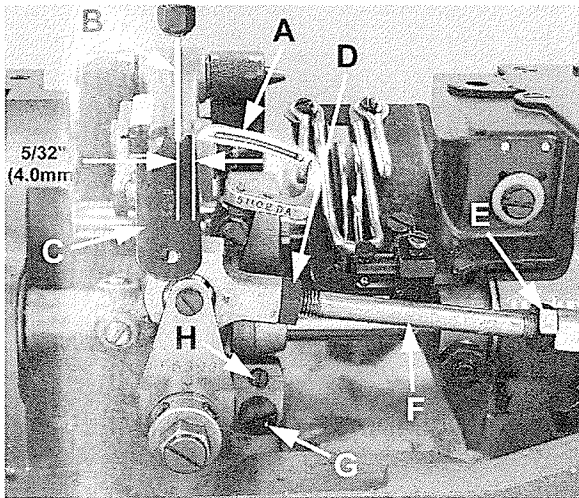
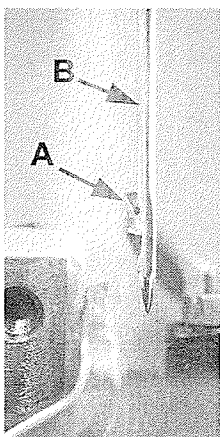

Fig 6
Fig 7
Inserte una aguja nueva del tipo y tamaño ya especificado. El ajuste del looper es 5/32 de pulgada (4,0 mm), que es la distancia desde la punta del looper (A, Fig. 6) hasta el centro de la aguja (B) cuando el looper se encuentre en su posición de extrema derecha de su recorrido. El calibrador del looper No. 21225-5/32 está disponible para determinar esta medida. Este ajuste se logra aflojando la tuerca (D), (tiene una rosca a la izquierda) y tuerca (E): gire la barra de conexión (F) adecuadamente para conseguir la distancia requerida. Mantenga la barra en su posición y apriete la tuerca (E) y después la tuerca (D).
Quando se gire el volante en dirección de operación y el looper (A, Fig. 7) se mueva hacia la izquierda, la punta del looper debería ser ajustada para que toque apenas pero no choque contra la parte trasera de la aguja (B). El ajuste se puede efectuar soltando el tornillo (G, Fig. 6) y girando el tornillo tope (H) en sentido de reloj para mover el looper hacia atrás y contra el reloj para moverlo hacia delante. Se recomienda mantener el looper hacia adelante mientras se ejecuta ese ajuste. Apriete el tornillo (G) después del ajuste otra vez y revise el movimiento del looper.